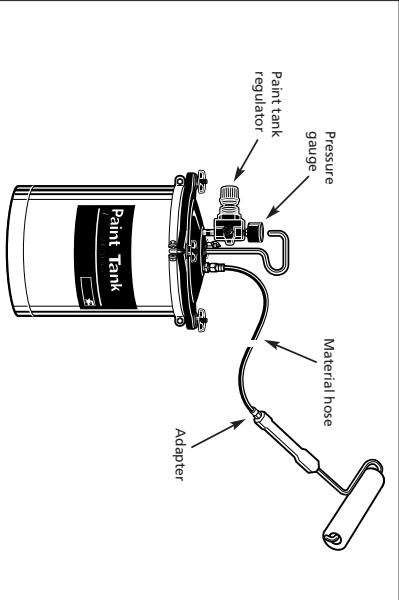

Figure 6 - Paint roller operation
- Attach material hose between roller and paint tank (See Fig. 6).
- Conecte la manguera de material entre el rodillo y el tanque de pintura (Vea la Fig. 6).